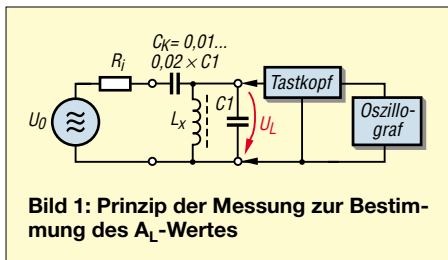

Bild 1: Prinzip der Messung zur Bestimmung des A_L -Wertes
Sie suggerieren dem Leser, dass lediglich diese zwei Größen für die Berechnung von L bedeutsam sind. Das ist ein folgenschwerer Irrtum. In [3] liest man, dass die Permeabilität von ferromagnetischen Materialien von der Feldstärke abhängig ist. A_L ist also keine konstante Größe! Wir bestimmen nun A_L aus Messungen nach der Resonanzmethode entsprechend Bild 1 und notieren dabei die anliegende Spannung U_L und die verwendete Frequenz f . Dafür kommen genau ausgemessene Kapazitäten zum Einsatz, die mit der Spule gepaart werden. Aus der Resonanzfrequenz f_{res} des so gebildeten Schwingkreises folgt nach der Thomson-Formel die Induktivität und aus Gleichung (1) der A_L -Wert. Das machen wir für verschiedene Kapazitätswerte und unterschiedliche U_L .